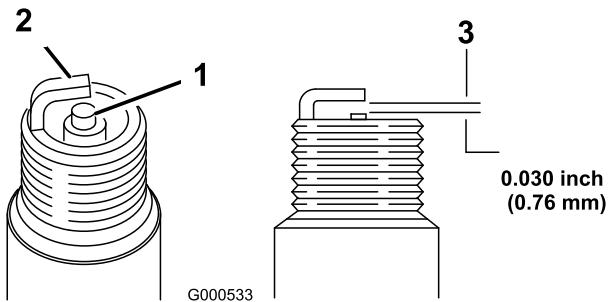

Figura 28
5. Fije el hueco entre los electrodos en 0,030 pulgada (0,76 mm) (Figura 28).